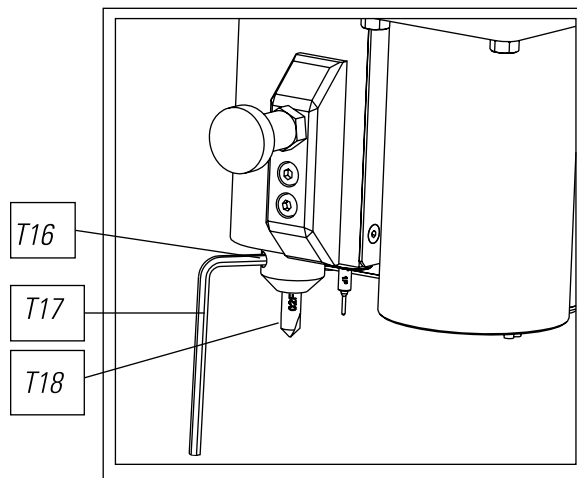

FIG. 32
- 3) Desenroscar el prisionero (T16) con una llave de 3mm (T17) y sacar la fresa cilíndrica (T18). Fig.32